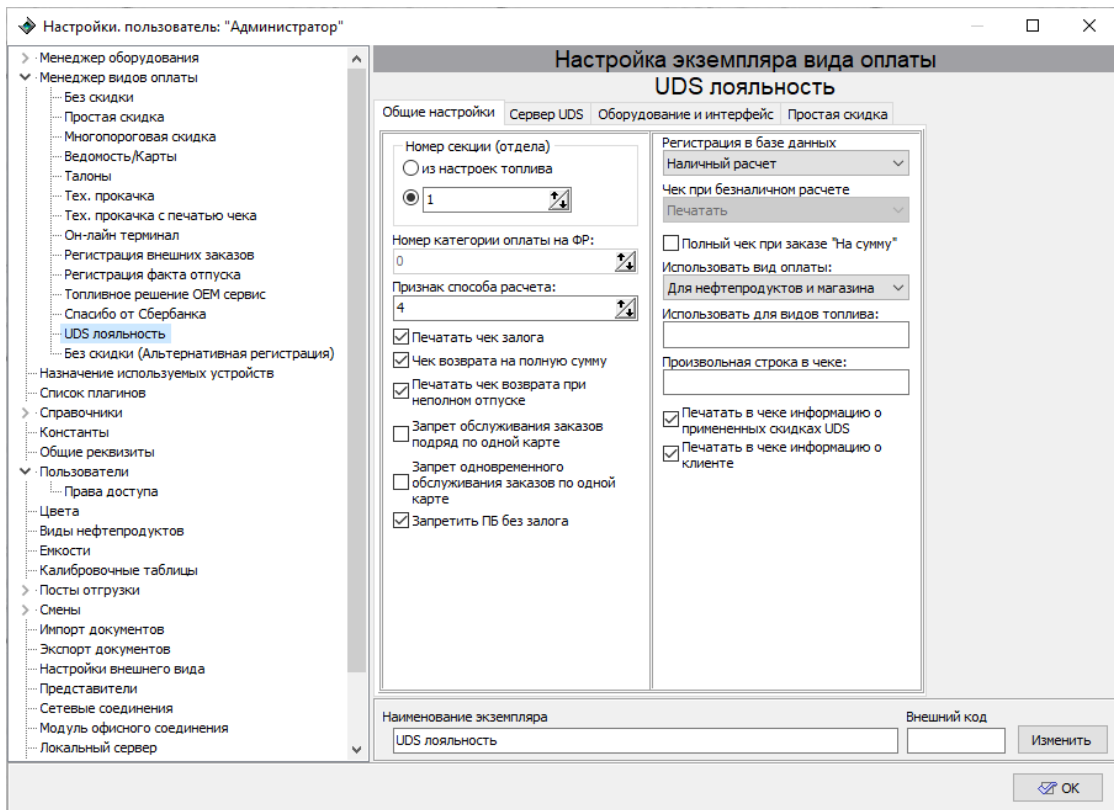

Рисунок 55. Настройка шаблона вида оплаты "UDS лояльность", вкладка "Общие настройки".
1. Заполнить вкладку **"Общие настройки"** в соответствии с ожидаемым поведением вида оплаты (рисунок 55):